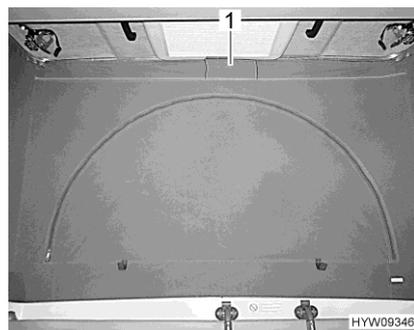

Fig. 21 Aerazione (chiusa)
- Aprire la chiusura a velcro della membrana in tessuto (Fig. 21,1) sotto il tetto a soffietto. Dietro la membrana in tessuto è stata applicata una zanzariera per impedire agli insetti di entrare.